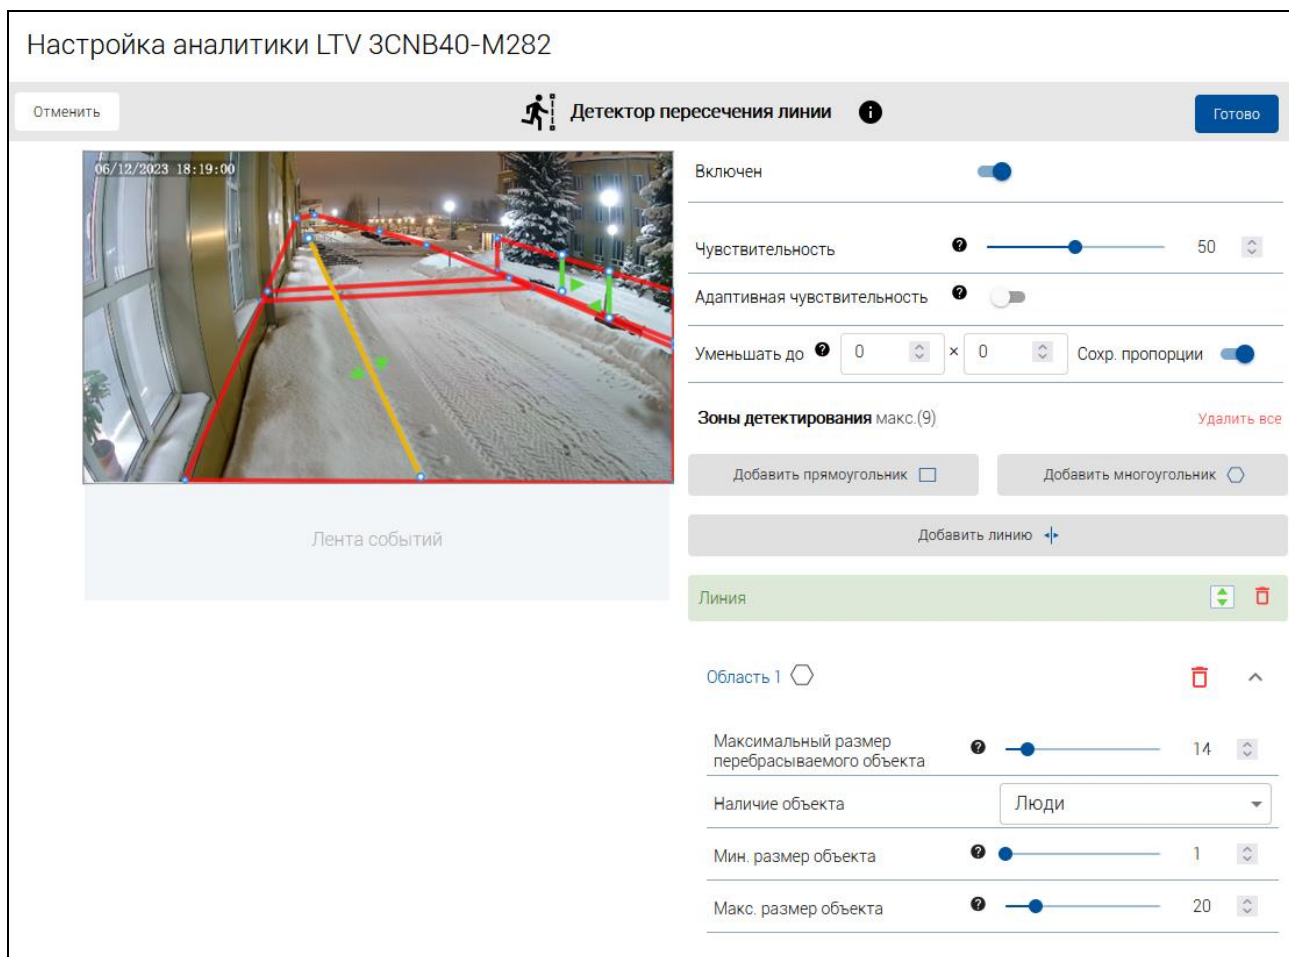

Рисунок 52 - Настройка видеодетектора пересечения линии
1) В списке детекторов выделить строку **Детектор пересечения линии**, нажать на кнопку **Подключить**, откроется окно настройки (рис. 52).